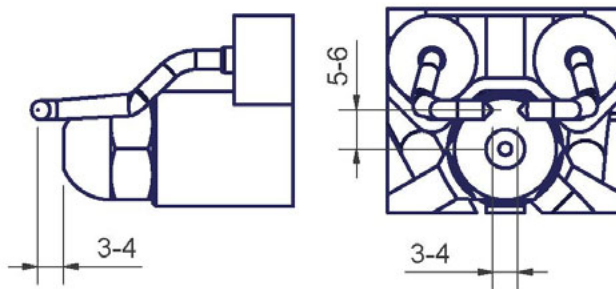

Рис. 50
- Проверьте запальный электроды (см. стр.44), очистите, отрегулируйте и, при необходимости, замените (см. Рис. 50).